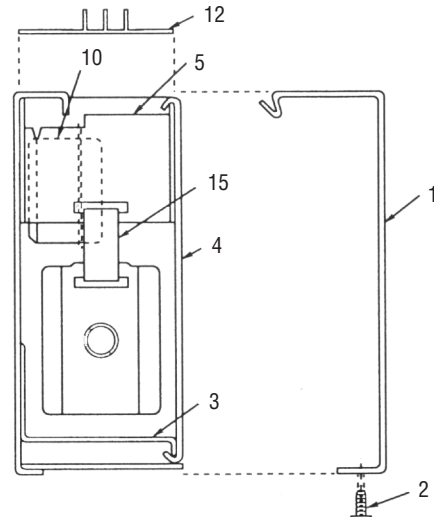

Figure 1
11. Quand vous montez le radiateur, faites attention de bien le fixer à la structure du bâtiment et d'éviter d'endommager ses composants internes. N'enlevez pas la grille durant l'installation car cela pourrait déplacer ou endommager le câble interne fait en usine (Voyez l'article 12 en Figure 1).
REMARQUE : N'enlevez pas la grille (12, Figure 1) durant l'installation.